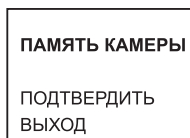

Рисунок 5.25 Очистка памяти.
- **ОЧИСТКА ПАМЯТИ** – Очистка памяти камеры от всех установок (Рис.5.25).